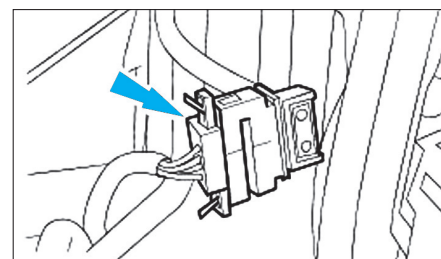

Fig. 49
- Débrancher le connecteur du rétroviseur (Fig.49).